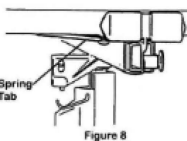

Figure 8
- b. Przyciśnij każde ramię do przodu w kierunku gniazodka dopóki bolec na spodzie ramienia nie znajdzie się w odpowiednim miejscu (Rys. 8).